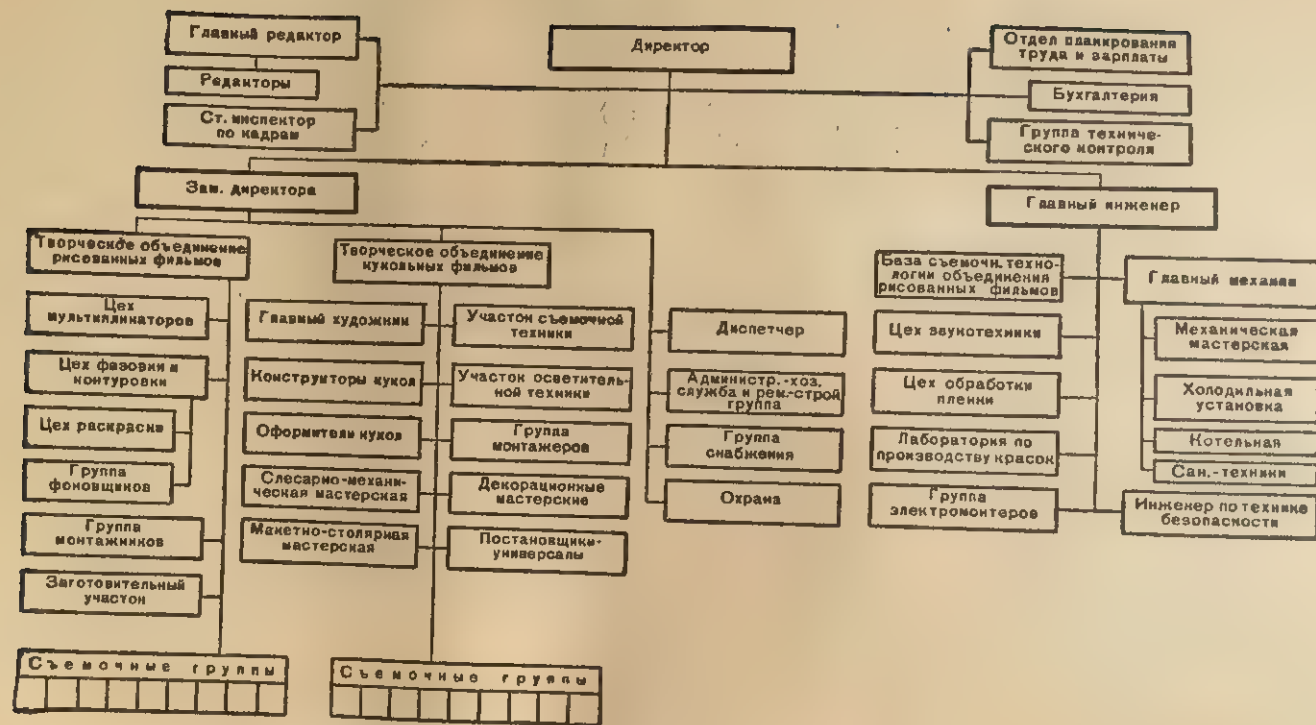

Рис. 20. Структура киностудии «Союзмультфильм»
**Киностудия мультипликационных фильмов** (рис. 20) отражает сложившийся опыт единственной в СССР студии «Союзмультфильм».